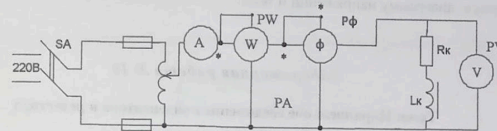

Рисунок 9.3–Цепь переменного тока с включенной катушкой индуктивности.
8. Собрать схему, изображенную на рис. 9.3, и представить преподавателю для проверки.